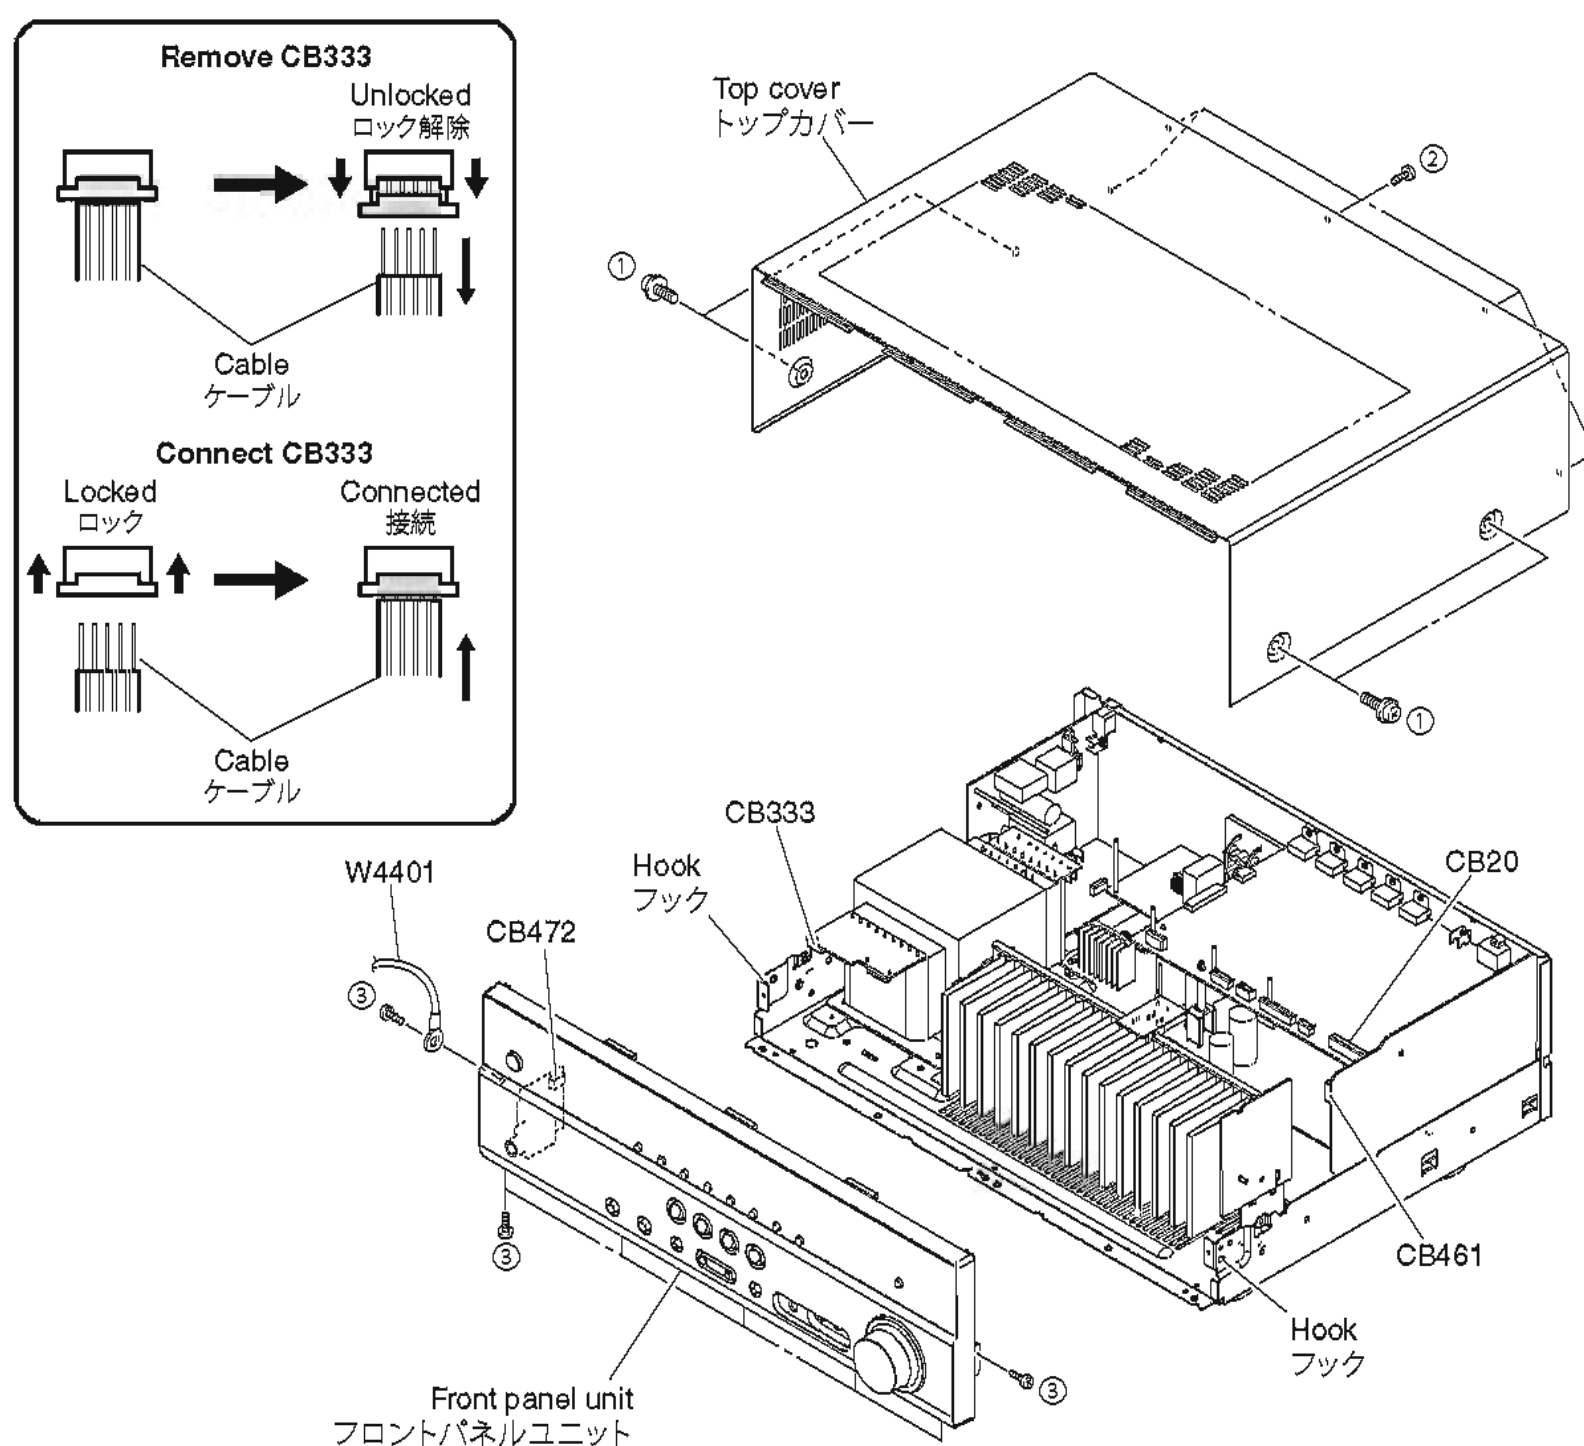

Fig. 1
- Remove 4 screws (①) and 5 screws (②). (Fig. 1)
- Slide the top cover rearward to remove it. (Fig. 1)
- ① のネジ 4 本、② のネジ 5 本を外します。(Fig. 1)
- トップカバーを後方へスライドさせ、取り外します。(Fig. 1)
- Remove 7 screws (③), and remove W4401. (Fig. 1)
- Remove CB20, CB461 and CB472. (Fig. 1)
- Unlock and remove CB333. (Fig. 1)
- Release 2 hooks on both ends and remove the front panel unit. (Fig. 1)
- ③ のネジ 7 本を外し、W4401 を取り外します。(Fig. 1)
- CB20、CB461、CB472 を外します。(Fig. 1)
- ロックを外し、CB333 を外します。(Fig. 1)
- フック 2 箇所を外し、フロントパネルユニットを取り外します。(Fig. 1)